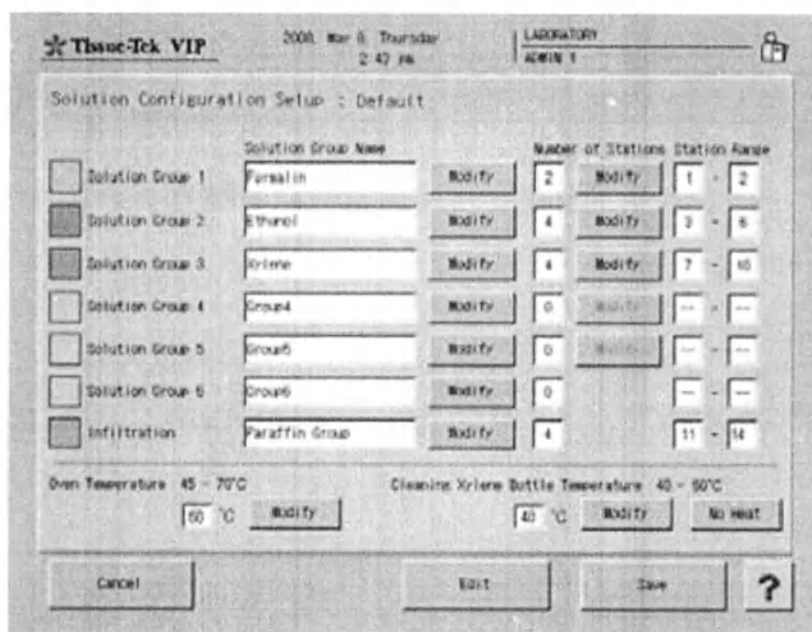

Рис. 64 Настройка конфигурации растворов
- Появится меню «Solution Configuration Setup» (Настройка конфигурации растворов) (Рис. 64).
11. Нажмите кнопку «**Modify**» (Изменить) рядом с надписью «Oven Temperature» (Температура печи) (Рис. 64). Появится окно Input Temperature температуры (Рис. 67).
14. Нажмите кнопку «**Modify**» (Изменить) рядом с надписью «Cleaning Xylene Bottle Temperature» (Температура ксилола для очистки) (Рис. 64).
17. Чтобы не нагревать ксилол для очистки, нажмите кнопку «**No Heat**» (Не нагревать) (Рис. 64).
18. Нажмите кнопку «**Edit**» (Редактировать) в нижней части экрана меню «Solution Configuration Setup Screen» (Настройка конфигурации растворов) (Рис. 64). Появится экран «Edit Solution Configuration» (Изменение конфигурации растворов) (Рис. 68).